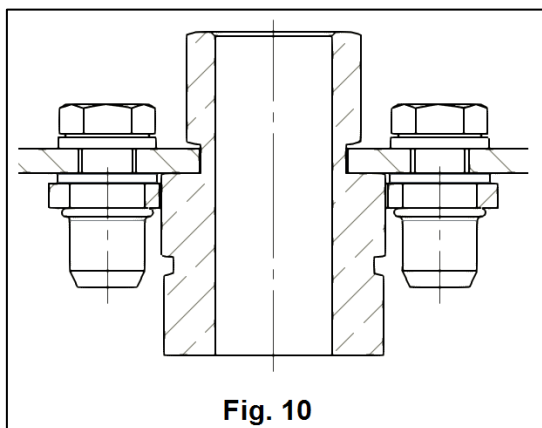
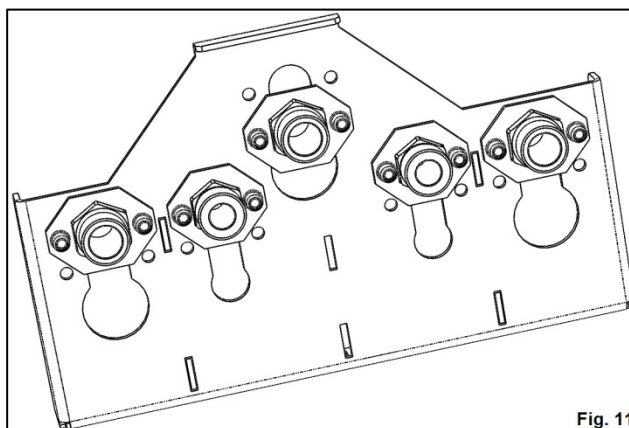

Fig. 10
Fig. 11
7. Se montează clemele H și I, pe fața inferioară a plăcii P, pe tronsonul hexagonal al racordurilor E, F și G, asigurându-se corespondența găurilor din placa P cu pulițele nituibile (Fig. 11), prin fixare cu șuruburile J și șaibele K (Fig. 10). Se va observa corespondența dimensională a hexagonului, pentru poziționarea corectă a racordurilor.